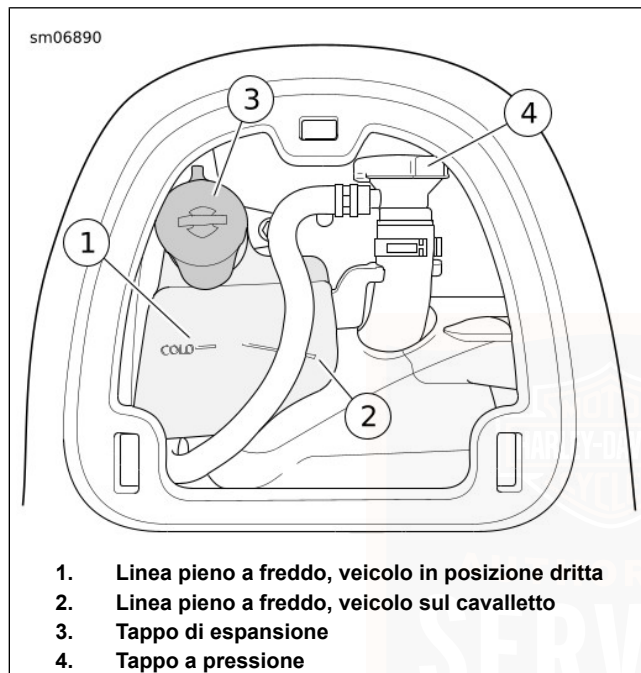

Figura 72. Livello del liquido di raffreddamento
Vedere Figura 72 . Sulla vaschetta del liquido di raffreddamento ci sono due linee. Usare il tubo angolato (2) quando la motocicletta poggia sul cavalletto.
2. Vedere Figura 72 . Controllare che il livello del liquido di raffreddamento nella vaschetta si trovi leggermente sopra la linea "COLD" (freddo) (1).